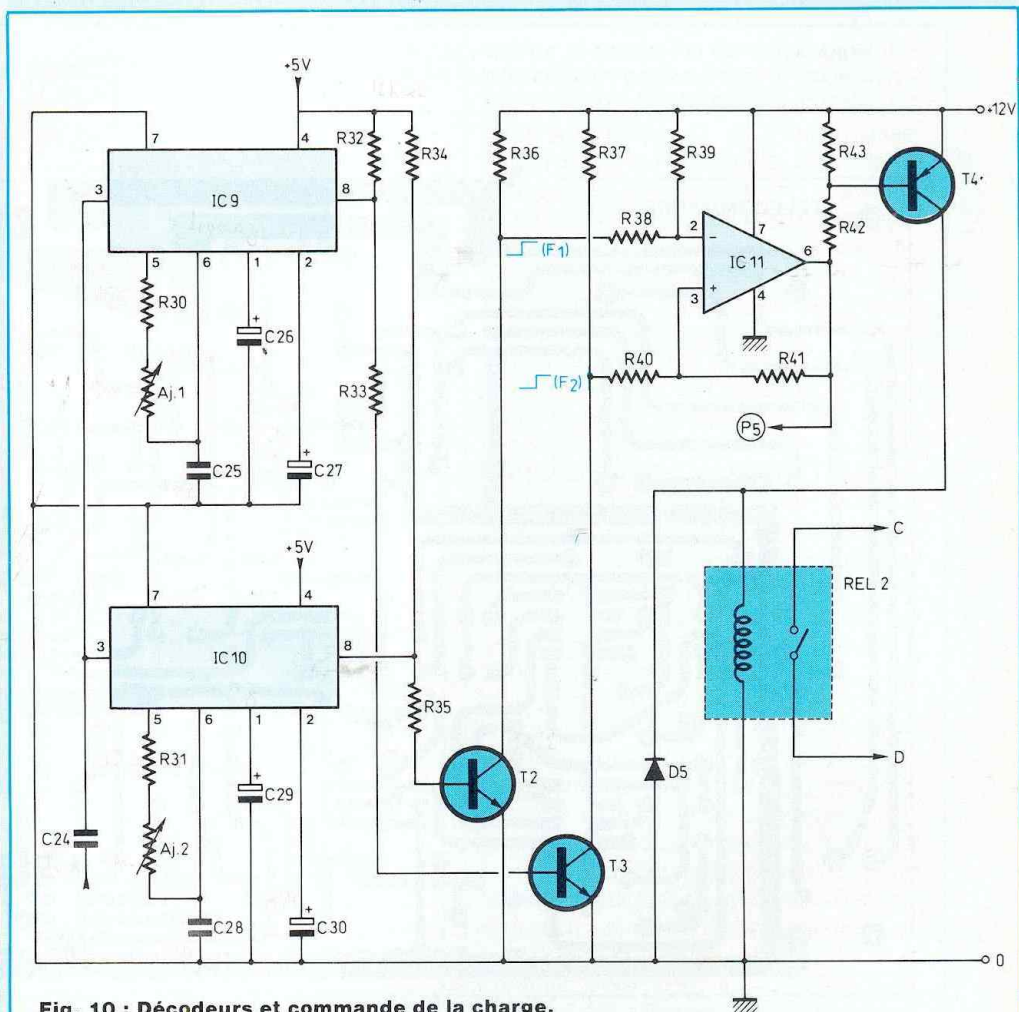

Fig. 10 : Décodeurs et commande de la charge.
La figure 10 regroupe les schémas de ces étages. Les créneaux de 200 mV précédemment évoqués parviennent, via C24, à deux circuits "tone decoder" LM 567, spécifiquement conçus pour réagir à une étroite bande de fréquences  $\Delta F$ , autour d'une fréquence centrale d'accord  $F_0$ . La résistance reliant les broches 5 et 6 et le condensateur de la broche 6, déterminent  $F_0$ . Ici, nous accorderons C19 sur F2 de l'émetteur par R30, AJ1, C25 et C110 sur F1 par R31, AJ2 et C28. Les condensateurs C27 et C30 fixent la largeur relative de bande,  $\Delta F/F_1$  ou
Les lecteurs familiarisés avec le circuit de décodage 567 s'étonneront sans doute de la capacité apparemment excessive des condensateurs de filtrage C26 et C29 (figure 10) : les données des constructeurs leur attribueraient plutôt quelque 2 à 3  $\mu\text{F}$ . Il s'agit, naturellement, d'un choix délibéré, dicté par deux motifs :
- ensuite, et surtout, ces capacités élevées provoquent, lors de la mise sous tension du récepteur, un bref passage (1 seconde) des sorties 8 de C19 et C10 au potentiel de la masse. Durant ce délai, T2 et T3 se bloquent et les extrémités gauches (figure 10)